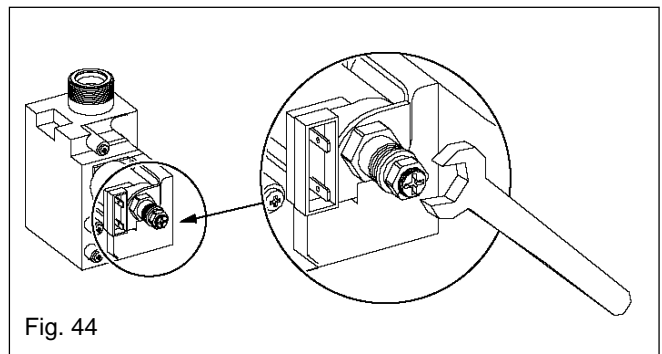

Fig. 44
7.3.1 SETTING THE MAXIMUM BURNER PRESSURE (see fig. 44)